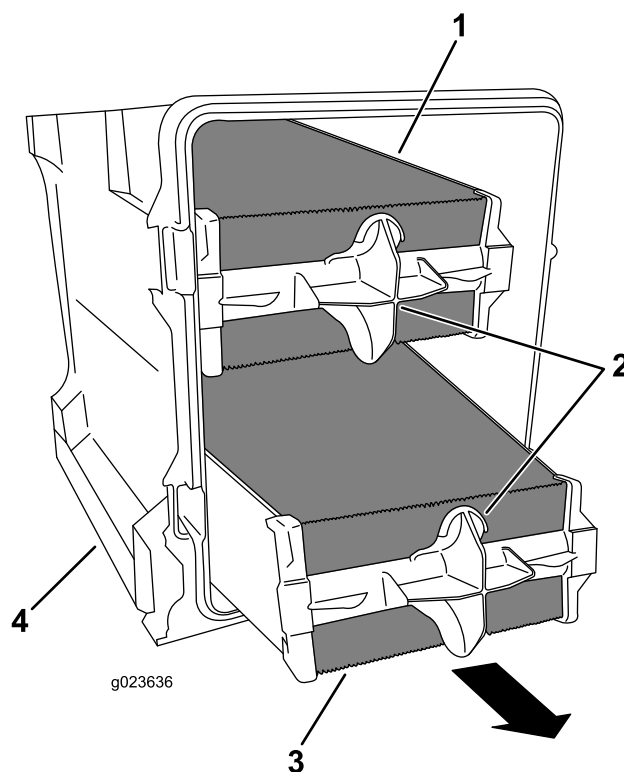

Figura 86
4. Usando los tiradores de los filtros de aire, retire el filtro primario de la tapa del limpiador de aire (Figura 86).